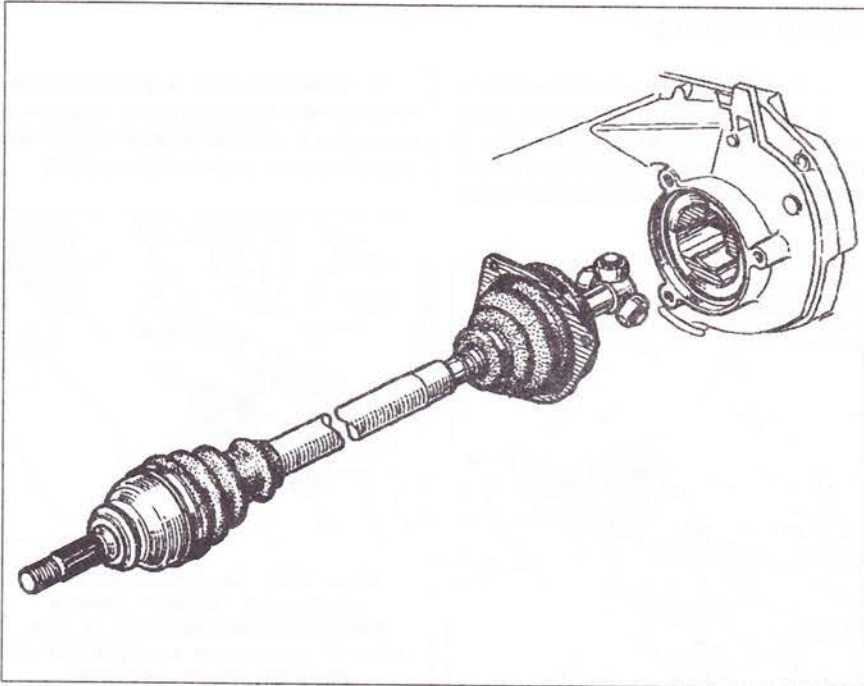

Рис. 5.89. Полуось должна легко войти так, чтобы наружу вышла часть резьбы, на которую будет навинчена гайка ступицы.
10. Снимите пластмассовый кожух пыльника подшипника полуоси, стараясь при этом сохранить его горизонтальное положение. Полуось должна легко войти так, чтобы наружу вышла часть резьбы, на которую будет навинчена гайка ступицы (рис. 5.89).